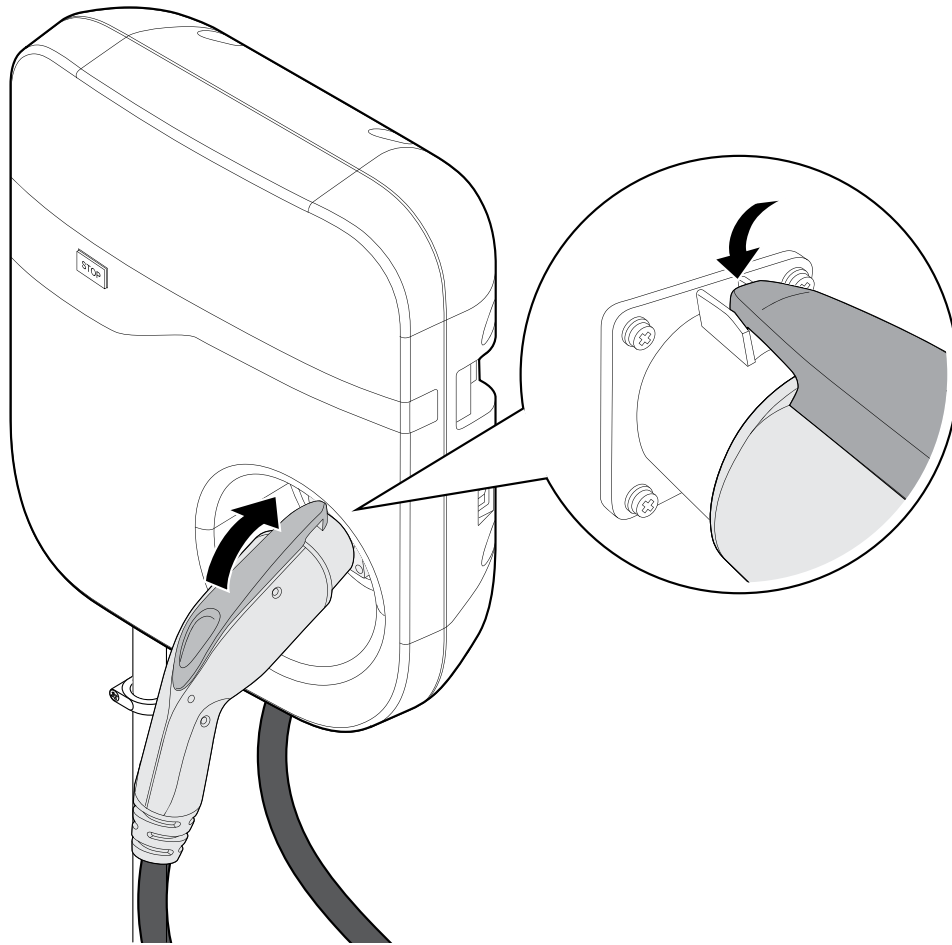

Figure 4-7. Accessoire fiche avec détail du port de connexion
7. Voir la Figure 4-7. Fixez la fiche de charge sur la station de charge de niveau 2.